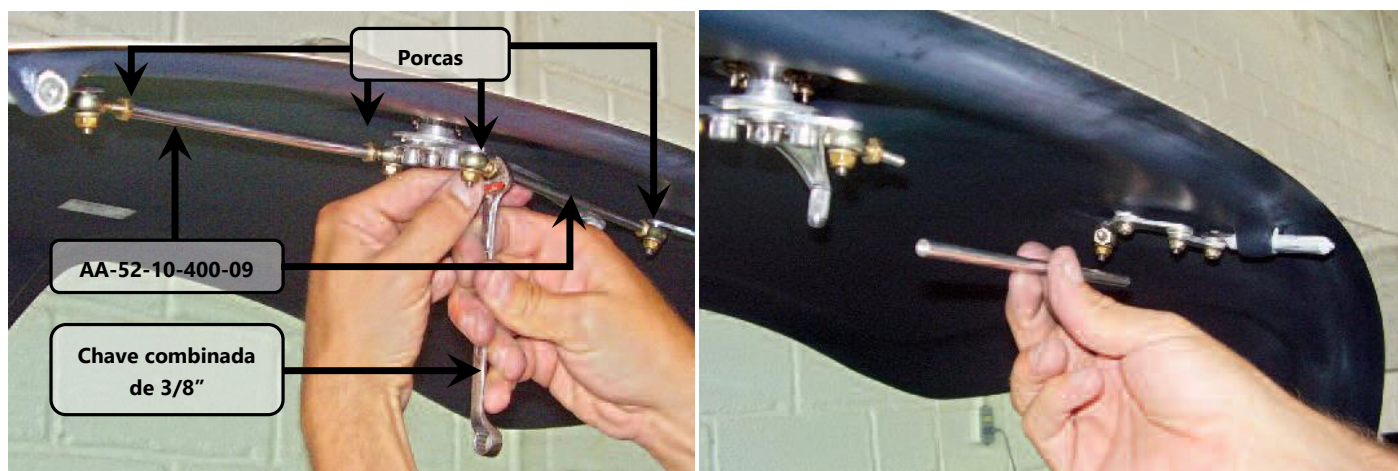

Figura 52.10.15 – Eixo da Dobradiça da trava do canopy.
2. Afrouxar as porcas (2x AN315-3R e 2x AN315-3L) dos terminais rotulares mostrados na figura 52.10.15. Utilizar uma chave combinada de 3/8".
3. Remover os Eixos da dobradiça AA-52-10-400-09 mostrados na figura 52.10.15.